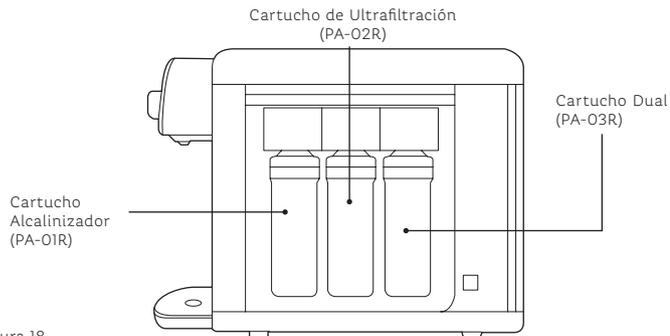

Figura 18.
2. Verifica la posición de los Cartuchos de acuerdo a la Figura 18.